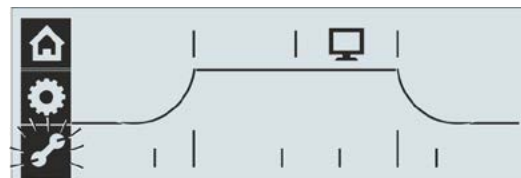

Abb. 3: Menü Parameter anwählen
3. Menü ‚Parameter‘ anwählen: Drive Controller drehen bis das Symbol ‚Parameter‘  blinkt (Abb. 3).